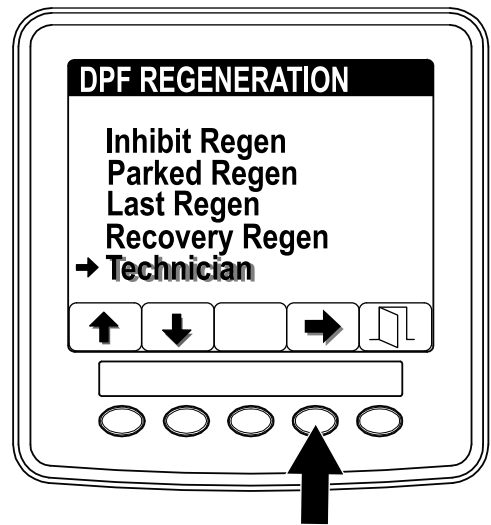

Рисунок 38
- Нажмите кнопку 4 для выбора позиции Technician (Техник) (Рисунок 38).
- Перейдите к меню DPF Regeneration (Регенерация DPF) и нажмите кнопку 1 или 2 для прокрутки вниз к опции TECHNICIAN (Техник) (Рисунок 38).